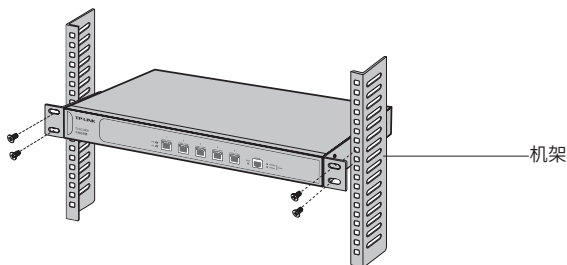

图2-3 机架安装示意图
4. 用螺钉将L型支架固定在机架两端固定的导槽上, 确保无线控制器稳定、水平地安装在机架上, 如图2-3所示。